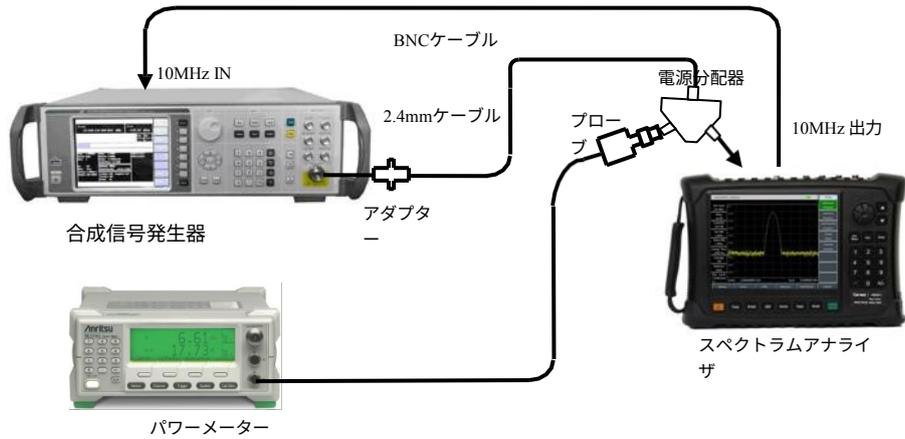

図12-16 総レベル不確か率試験の設定
- 2) 図12-16の点線に示すように、試験装置を接続します。信号発生器の出力はパワーディバイダのSUMポートに接続し、PORT1とPORT2はそれぞれパワーメーターとスペクトラムアナライザーに接続します。